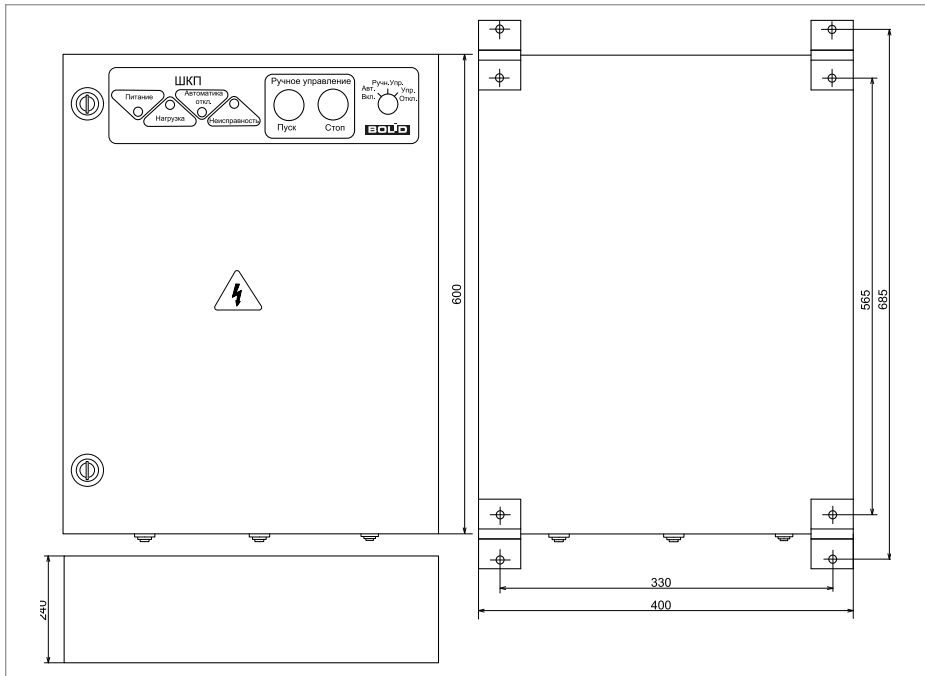

Рисунок 42. Внешний вид и габаритные размеры шкафов контрольно-пусковых «ШКП-45», «ШКП-75», «ШКП-18», «ШКП-110»
1. Наметьте на стене места для четырех установочных отверстий в соответствии с габаритным чертежом (см. Рисунок 42).